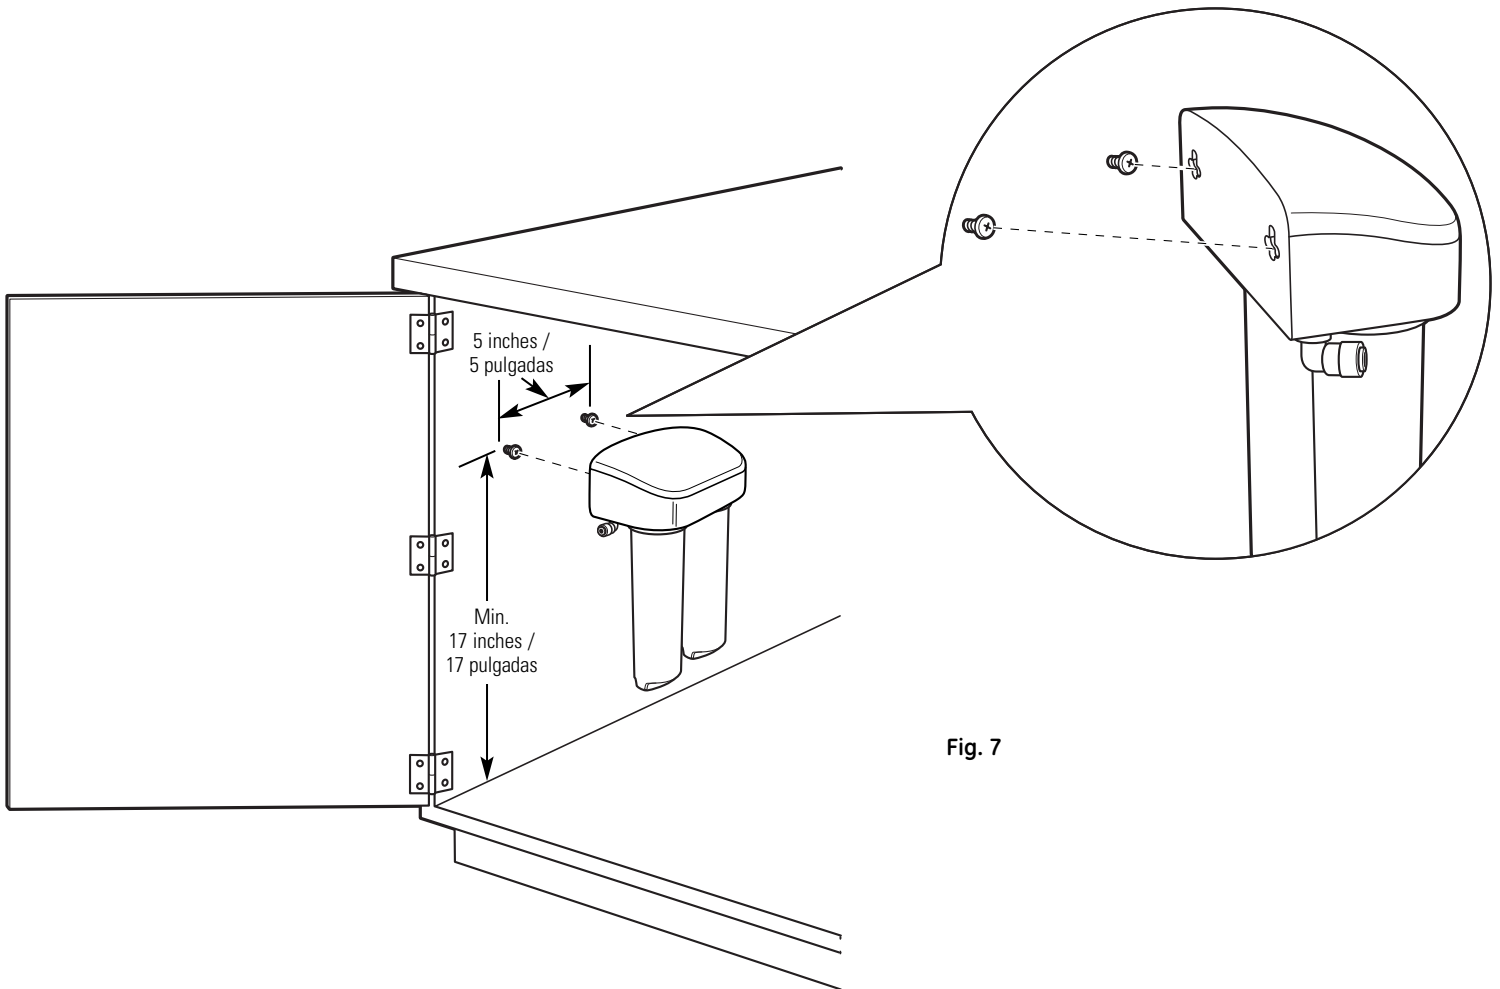

Fig. 7
2. Hang the system on the previously installed screws using the openings on the back of the unit (Fig. 7).
2. Cuelgue el sistema en los tornillos previamente instalados usando las aberturas en la parte posterior de la unidad (Fig. 7).